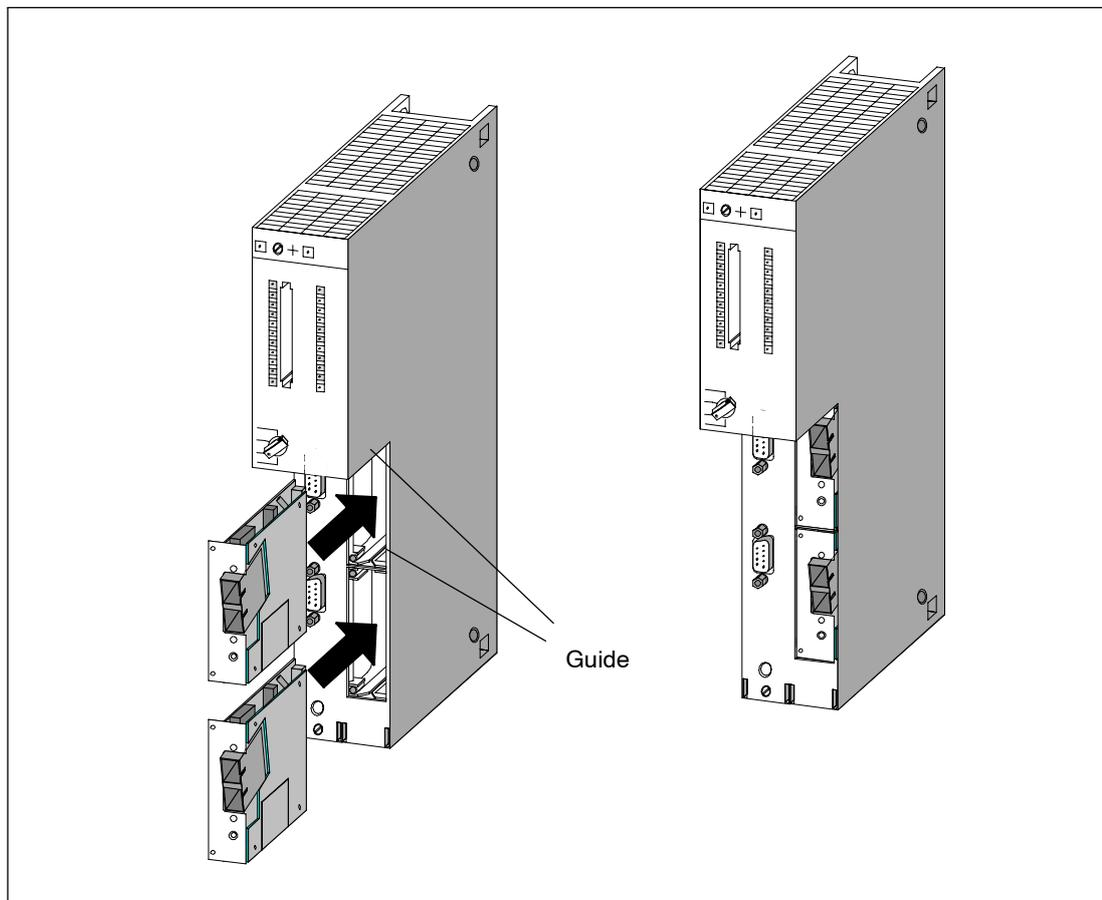

Figura 6-4 Inserimento del modulo d'interfaccia in una CPU
2. Introdurre l'estremità della piastra circuitale del modulo d'interfaccia nella guida superiore e in quella inferiore del vano moduli, come mostrato nella figura 6-4.